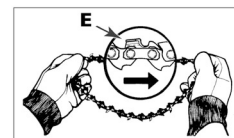

Fig. 3C
- Ziehen Sie die Kette auseinander mit den Schneidkanten (E) der Kette in DREHRICHTUNG. (Siehe Abb. 3C)
- Ziehen Sie die Kette auseinander mit den Schneidkanten (E) der Kette in DREHRICHTUNG (Abb. 3C).